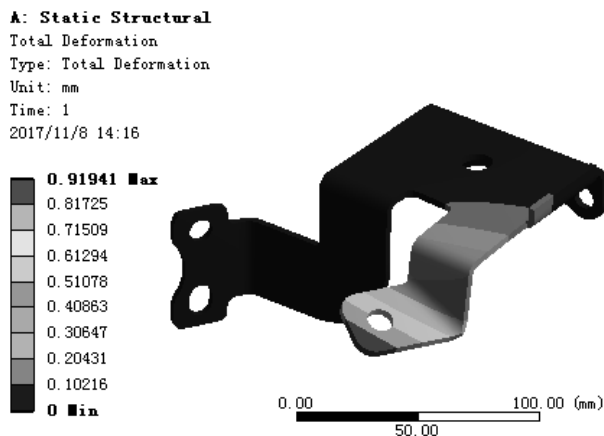

图 7.9.7 位移变形结果图解
(3) 查看位移变形结果图解。在“Outline”窗口中选中 **Total Deformation**，查看图 7.9.7 所示的位移变形结果，其最大位移为 0.91941 mm。